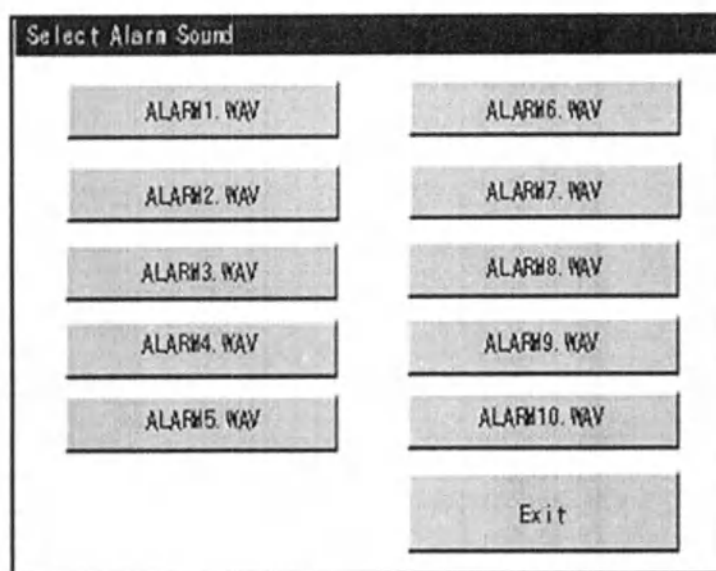

Рис. 50 Выбор сигнала оповещения
- Появится экран «Select Alarm Sound» (Выбор сигнала оповещения) (Рис. 50).